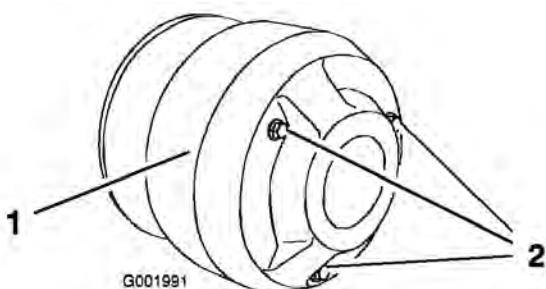

Figura 55
4. Togliete i tre bulloni che fissano il carter della frizione e togliete il carter (Figura 55).